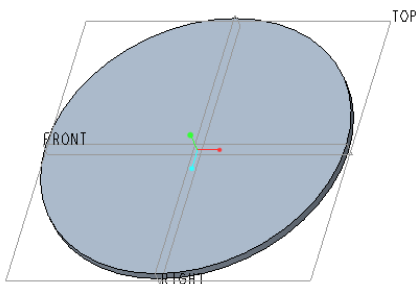

图 10-19 原始模型
① 在“快速访问”工具栏中单击“打开”按钮，弹出“文件打开”对话框，选择配套范例文件“bc_10_tr.prt”，然后单击“文件打开”对话框中的“打开”按钮。该文件中的已有模型如图 10-19 所示。下面要在该原始模型上创建具有波浪型的可变截面扫描特征，以构造出一个艺术式的托盘零件。
② 在功能区“模型”选项卡的“形状”面板中单击“扫描”按钮，打开“扫描”